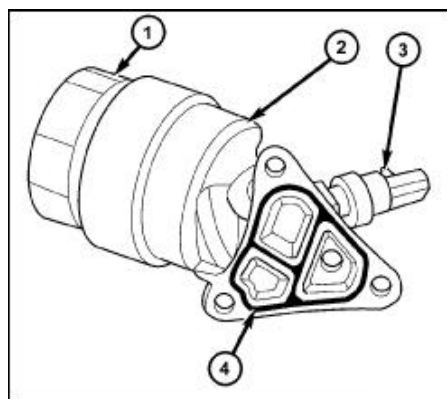

图. 94 机油过滤器
- (1) 拆卸机油压力开关(图. 94)。
- (2) 安装机油压力表, 。
- (3) 让发动机到达正常的工作温度。